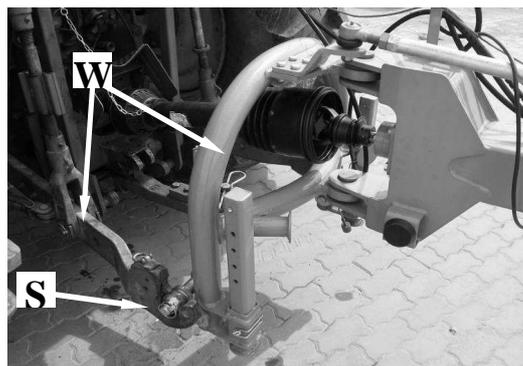

Рис. 7. Грабли соединены с трактором
- Грабли следует соединять с трактором при помощи нижних тяг трактора, как указано на **Рис. 7**. С этой целью следует подъехать трактором под зацеп граблей, затем держатели **W** нижних тяг трактора установить в шкворни **S** рамы подвески граблей.